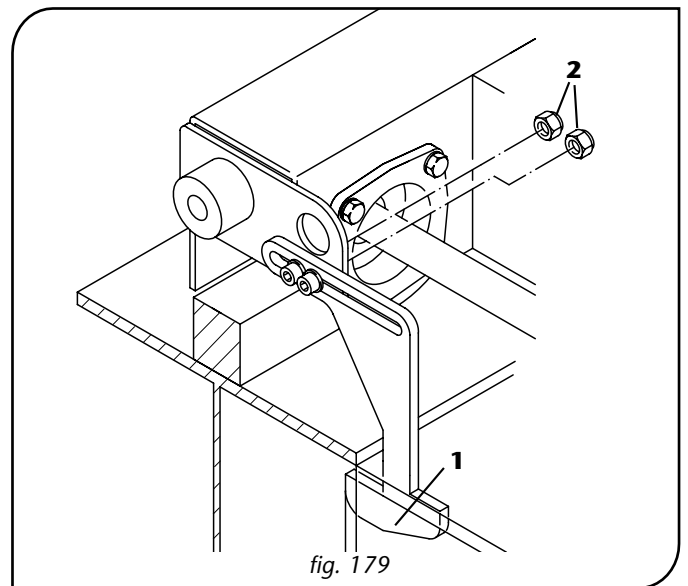

fig. 179
- Enlever les dispositifs anti-déraillement -1- en dévissant les écrous relatifs -2- (fig. 179).